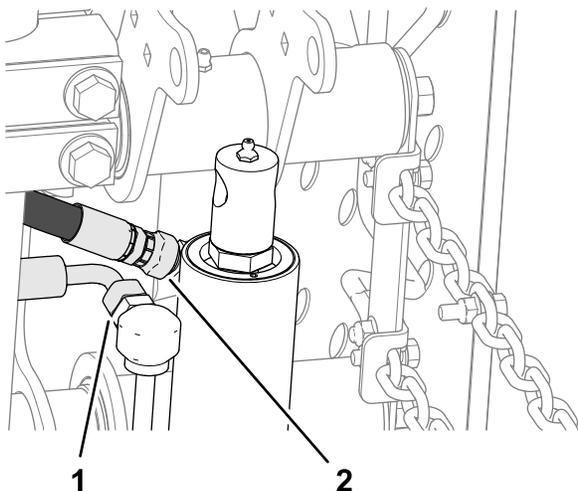

图 14
2. 在提升油缸上松开回流软管的直通回转接头和提升软管的 90°回转接头图 14。